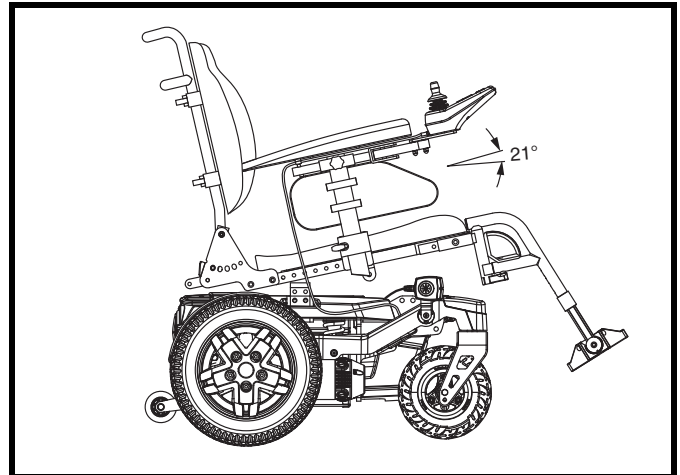

Abb. 13. Sitzflächeneinstellung
2. Lösen Sie die Schraube für die Einstellung des Sitzflächenwinkels. **Siehe Abb. 13.**